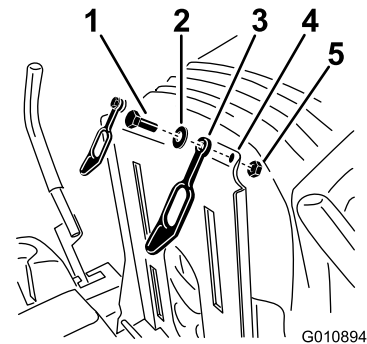

Figura 1
3. Instale el seguro en el mismo taladro de la parte trasera de la base del asiento, según se muestra en Figura 1. Utilice un perno (5/16 x 1 pulgada), una arandela y una contratuerca (5/16 pulgada) para sujetar el seguro a la base del asiento. Repita este paso en el otro lado.